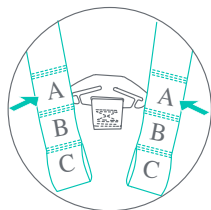

Fig. 33-1
- Asegúrese de que los extremos de la correa del arnés estén completamente enganchados en la placa de metal. Ambos lados deben roscarse en la misma posición (Fig. 33-1).